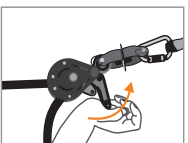

Fig. 5
Før å demontere forankringslinen, må du dra i spaken på kammen (4) (Fig. 5). Løsne hele utstyret, og pakk det ned igjen i originalemballasjen. La aldri en forankringsline stå igjen etter en arbeidsoperasjon. Den skal installeres maksimalt for ett dagsverk.